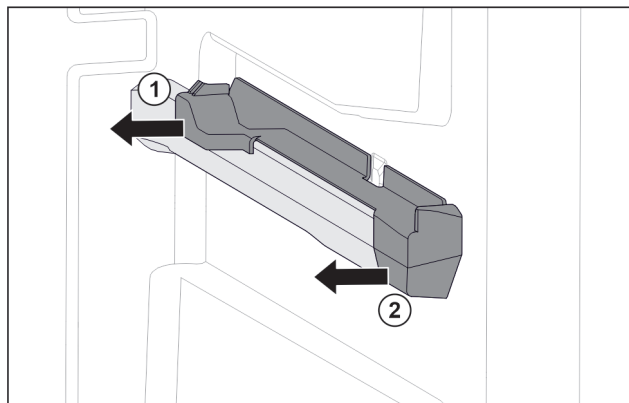

Fig. 17 Aufsteckteil auf der rechten Behälterrippe
- Aufsteckteil hinten zur Seite abziehen. Fig. 17 (1)
- Aufsteckteil vorne zur Seite abziehen. Fig. 17 (2)